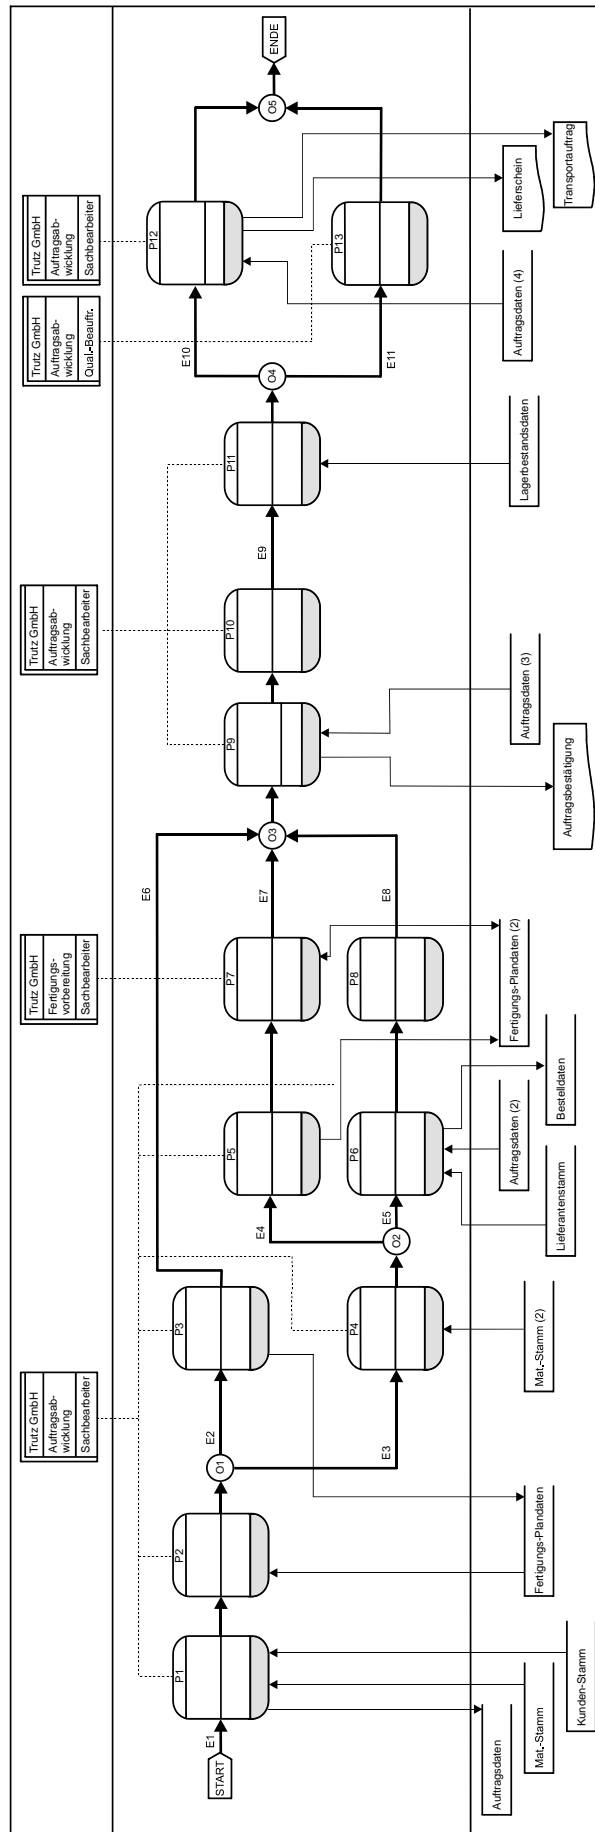

Abbildung 1
Auf der folgenden Seite (6) ist ein unvollständiges Geschäftsprozessmodell für den betrachteten Teil des Prozesses „Auftragsabwicklung“ angegeben (Abbildung 1). Es fehlen Angaben zu einigen Prozessschritten, Ereignissen und logischen Operatoren (im Diagramm mit  $O_i$ ,  $i = 1, 2, \dots$  bezeichnet). Tragen Sie die fehlenden Angaben bzw. Bezeichnungen in die dafür vorgesehenen Tabellen auf den nachfolgenden Seiten (Seite 7 f.) ein. Hierbei sind pro Prozessschritt neben der Bezeichnung ggf. auch die benutzten Softwaresysteme anzugeben.